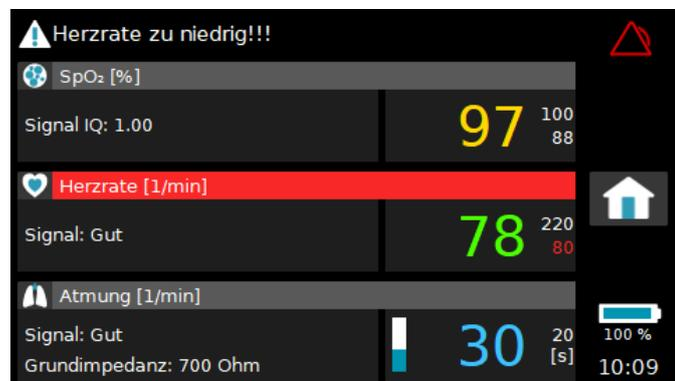

Fig. 38 Informationen auf dem Bildschirm während eines Patientenalarms
- mehrere visuelle Informationen auf dem Bildschirm, wie in Fig. 38 gezeigt: